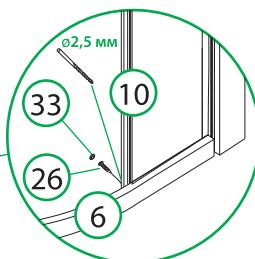

Рис. 12/ 12-сур.
7. Установите алюминиевый профиль на неподвижную стеклянную панель и прикрутите его к верхнему и нижнему профилю (рис. 12).